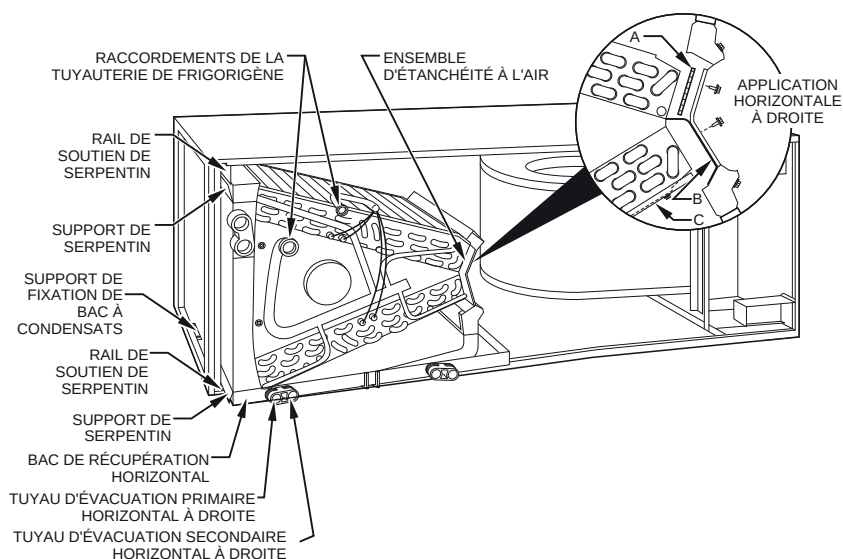

Figure 5 – Conversion en application horizontale à droite – serpentín en A
1. Retirez le panneau d'accès et le panneau de montage de la soufflante et du serpentín (Fig. 5)
1. Retirez les panneaux d'accès de la soufflante et du serpentín (Fig. 5).
- a. Retirez l'ensemble d'étanchéité à l'air du serpentín en retirant les quatre vis (Fig. 5).